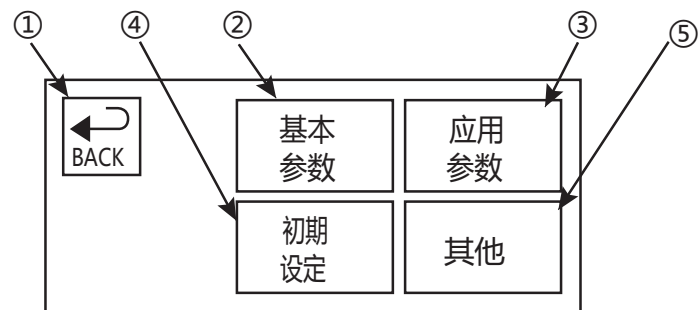
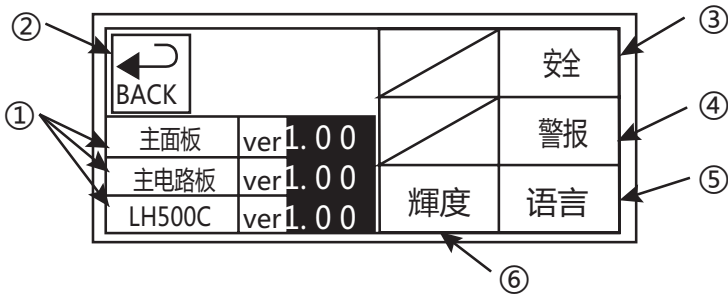

图 8.15 设定菜单界面
图 8.24 其他的设定菜单界面
- ②点击菜单（）键，进入设定菜单界面（P.46 图 8.15）。
- ③点击「初期设定」键。
- ④进入初期设定开始界面，请参照「P.23 7.2 项 初期设定」对全部设定进行确认。
(2) MAN 动作的确认
点击菜单键()，将弹出图 8.15 的设定菜单。
在设定菜单界面(P.46 图 8.15)点击「其他」键 进入其他的设定菜单界面(图 8.24)。
- ②在其他的设定菜单界面（P.50 图 8.24）点击「安全」键时。
- ③在其他的设定菜单界面点击「警报」键时。
进行警报设定时，在其他的设定菜单界面（ P.50 图 8.24 ）点击「Alarm」键，进入警报设定界面。